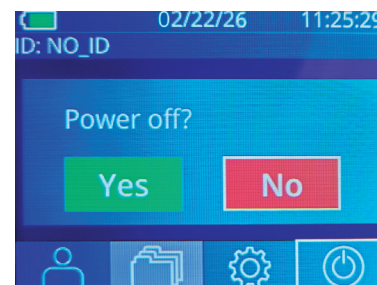

Bild 44
- Navigera till startskärmen och välj **strömikonen** , bekräfta sedan med **Yes** (Ja) för att stänga AV (bild 44).